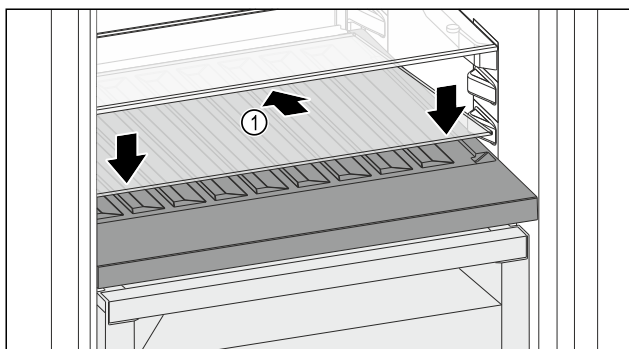

Fig. 145
- Skleněnou desku Fig. 145 (1) zasuňte šikmo a skloněnou dozadu dolů.
- Skleněnou desku Fig. 145 (1) vpředu spusťte dolů.